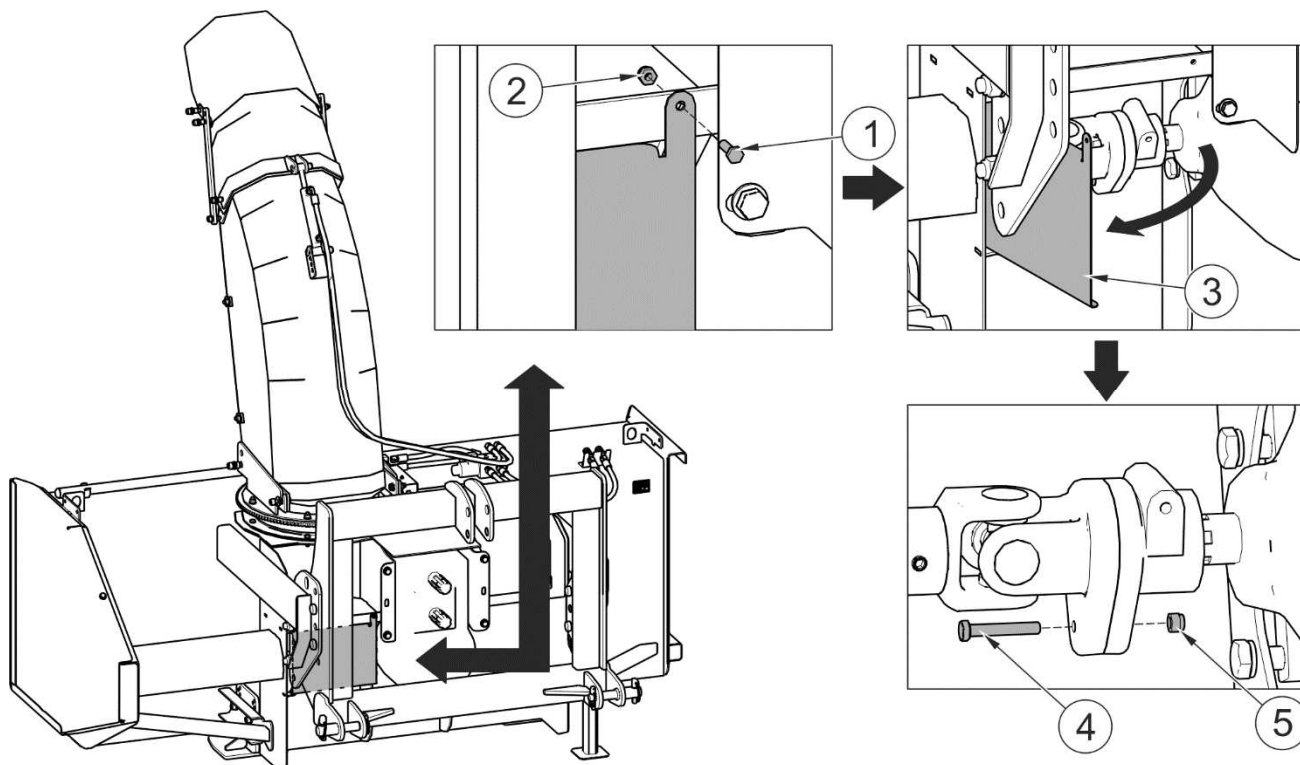

РИСУНОК 5.4 Замена срезного болта, предохраняющего систему передачи
Карданный вал снегоочистителя имеет специальный болт (4), который срезается в момент чрезмерной перегрузки машины (РИСУНОК 5.4). Прежде чем приступить к замене болта, необходимо проверить плуг, шнек и метатель и устранить причину перегрузки машины (напр., куски льда, ветки, камни, засорение метателя и т.п.). Для устранения засоров нужно воспользоваться деревянным колышком, входящим в оснащение машины (см. раздел 4.4.4 "УСТРАНЕНИЕ ЗАСОРОВ").
Для замены предохранительного болта (РИСУНОК 5.4) необходимо отвинтить болт (1) и открыть крышку (3). В случае повреждения болта (4) его необходимо заменить новым (M8x50-8.8).